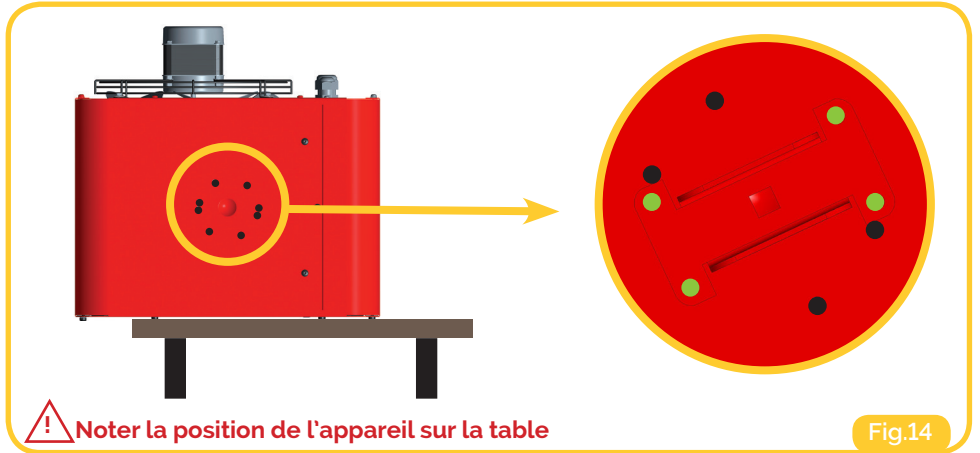

Fig.14
2. Poser l'aérotherme côté grille sur une table puis repérer les trous de fixation des étriers sur l'appareil signalés en vert sur la Fig.14.